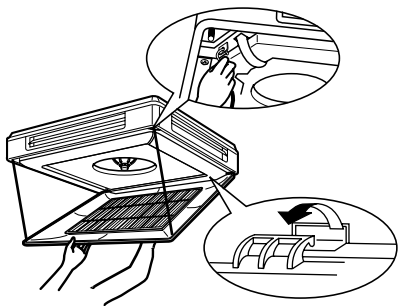

Abb. 4
- 2 Während das Ansauggitter in Offen-Stellung ist, das Ansauggitter durch Hochdrücken wie in der Abbildung gezeigt entfernen. (Siehe Abb. 4.)